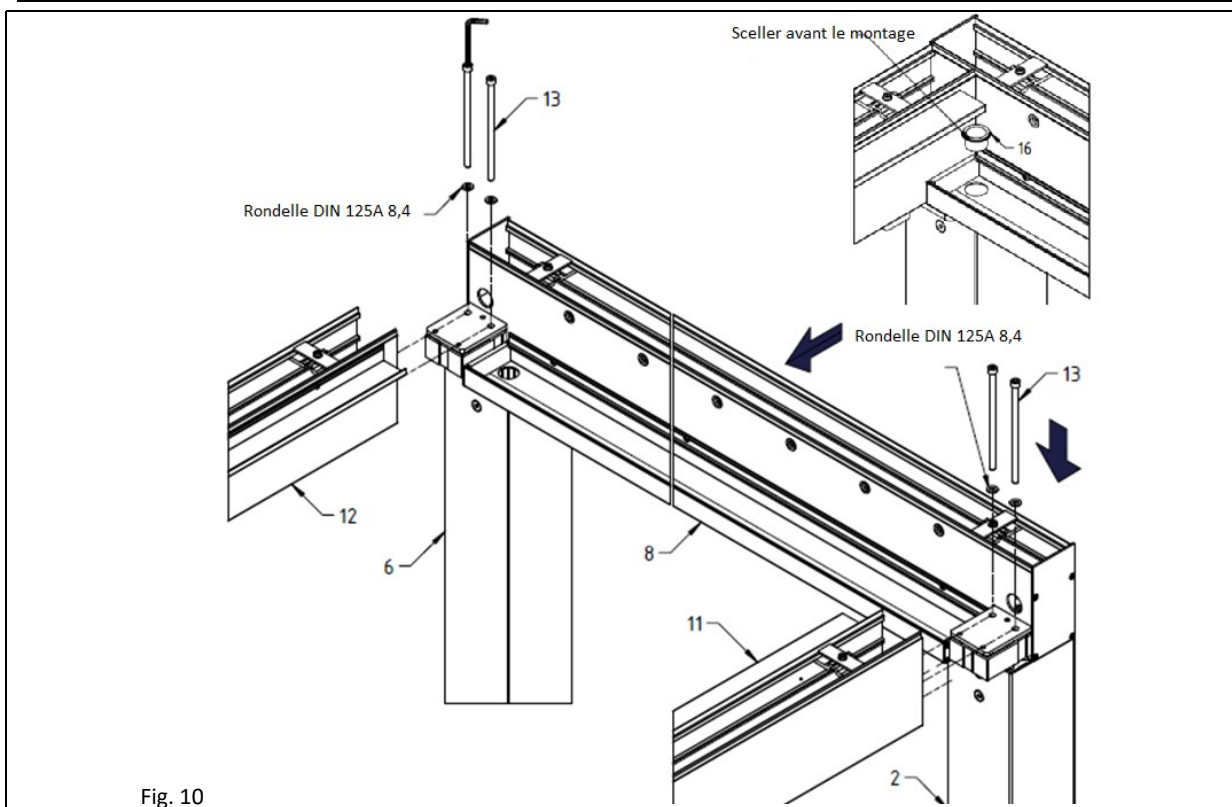

Fig. 10
8. Soutenir l'autre côté des traverses jusqu'à ce que la deuxième porte soit montée. Si les traverses ne peuvent pas être glissées librement, desserrer les boulons de la poutre longitudinale (10).
9. Sur les traverses (11 et 12), glisser de l'autre côté la porte précédemment vissée (voir point 2) composée des poteaux gauche (6) et droit (2) et de la poutre porteuse longitudinale (8) comme indiqué sur la Fig. 10. Après le glissement, visser l'ensemble à l'aide des vis ISO 4762 M8x170 (13) et les rondelles DIN125A 8.4 (10). NOTE : Pour faciliter l'insertion et le serrage des boulons ISO4762 M8x170 (13), desserrer légèrement les boulons M8x25 (9) précédemment serrés sur le côté des traverses. Après avoir assemblé la structure, insérer le manchon de drainage (16) scellé au silicone dans les trous de drainage de la gouttière (détail - fig. 11). Il est possible de boucher un trou de drainage sélectionné dans chaque gouttière à l'aide des bouchons de drainage fournis (fixer au silicone).